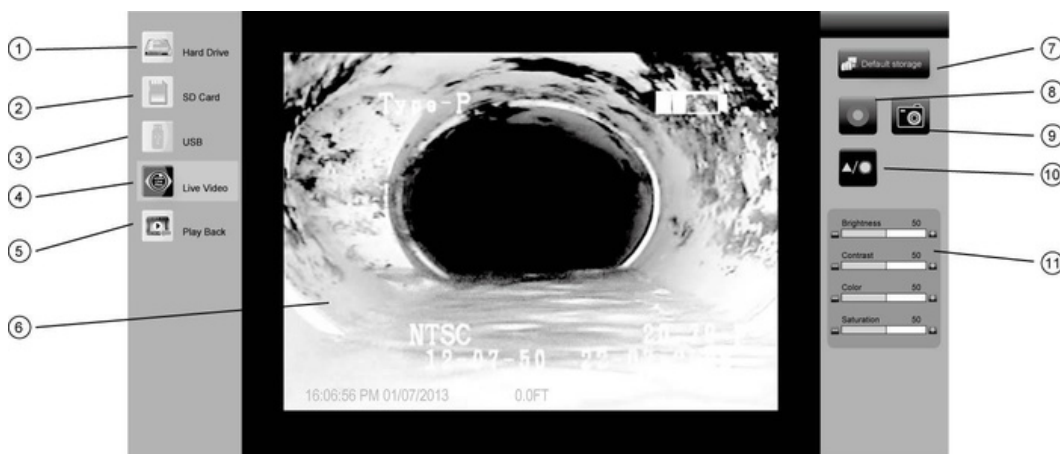

Fig. 1.0
Vision vidéo live	Pour voir une vidéo en live clic sur l'icône "live vidéo" (4) dans interface. Si connecté par câble Ethernet ou Wifi la vidéo apparait. (fig. 1.0)
Vision vidéos	Pour voir une vidéo clic droit sur l'icône vidéo et sélectionner "play". (fig 1.0 et 1.2)
Enregistrement et prise de photos	Pendant l'enregistrement ou la vision d'une vidéo presser l'icône rouge d'enregistrement pour commencer la vidéo, sur le disque par défaut .Presser l'icône rouge une nouvelle fois pour mettre fin à l'enregistrement et le sauvegarder. (icône 8 fig. 1.0) Pour capturer une image sur une vidéo en live ou playback presser l'icône camera. (icône 9 dans fig. 1.0)
Ajustement des couleurs d'écran	Pour ajuster les couleurs de l'écran presser l'icône "LCD settings" (icône 10 dans fig. 1.0) et une boîte de dialogue apparait (icône 11 dans fig. 1.0) . Utiliser + - pour augmenter ou diminuer les valeurs.